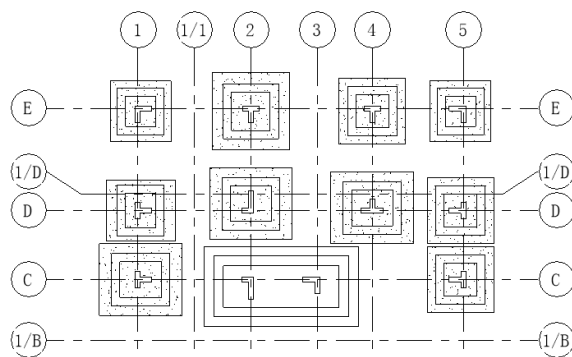

图 10-71 放置“J-3a”
(15) 执行“独立”命令, 单击“模式”面板中的“载入族”按钮, 打开“载入族”对话框, 打开前面创建的“J-3a”族文件, 将其放置在如图 10-71 所示的位置。
(16) 创建“J-7”独立基础